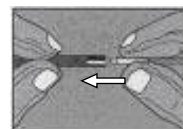

図 1
- この時、コネクタブルプッシュャの先端を差し込み過ぎないように注意してください。[差し込み過ぎると、コネクタブルプッシュャがステントから分離しにくくなる場合があります。] 図1